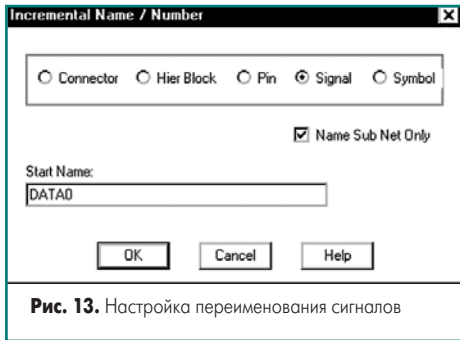

Рис. 13. Настройка переименования сигналов
3. В появившемся диалоговом окне Incremental Name/Number выполним все настройки, как показано на рис. 13: выберем опцию Signal, включим флажок Name Sub Net Only, в поле Start Name введем имя сигнала DATA0 и нажмем кнопку ОК.